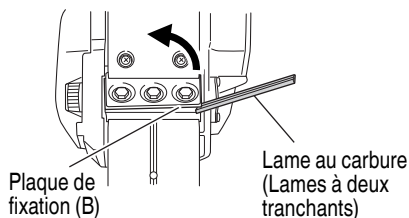

Fig. 16
- (1) Comme indiqué sur la Fig. 16, soulever la plaque de fixation (B) et insérer la nouvelle lame au carbure entre le bloc de lame et la plaque de fixation (B).